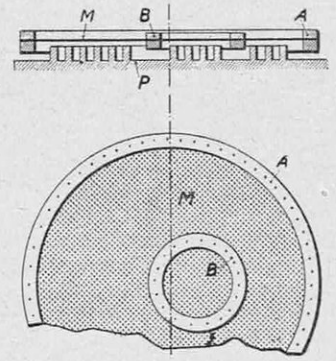

FIG. 3. — NOUVEAU HAUT-PARLEUR ÉLECTROSTATIQUE
L'intérêt du haut-parleur que nous nous proposons de décrire consiste, notamment, dans les dispositifs permettant d'obvier aux inconvénients cités. Cet appareil est réalisé par la Compagnie allemande « Triergon » et est destiné, en principe, pour les films parlant *S* (1). Il comprend, comme le montre la fig. 3, un plateau *P*, formé par un très grand nombre de languettes circulaires, reposant sur des supports radiaux. Cet arrangement permet d'approcher les pièces polaires du plateau fixe aussi près que possible de la membrane,